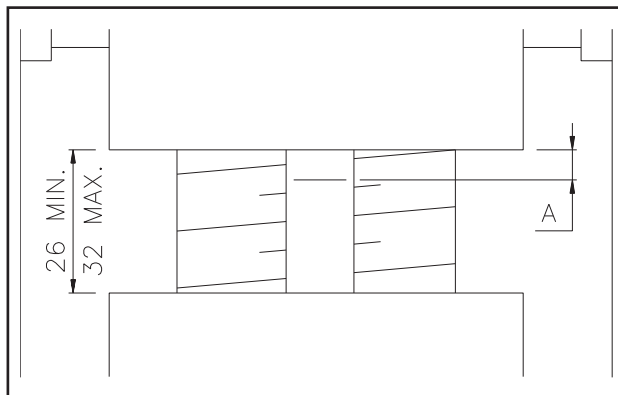

Fig. 23- Abb.23
- check dimension in Fig.23: For optimal operating conditions ensure $A = 1.5 \text{ mm.}$
■ Contrôler la cote A (Fig. 23). Si A=1,5 mm: écrou en parfait état. Si A=0 mm: l'écrou est usé à 50%; la limite d'usure est atteinte. Faire remplacer l'écrou sans attendre. (Contacter le Centre Technique agréé).
- Die Höhe anhand der Abbildung 23 kontrollieren: bei A = 1,5 mm wird ein optimaler Betrieb gewährleistet; bei A = 0 mm ist das tragende Spiralgehäuse zu ca. 50% verschlissen und muß ausgewechselt werden. Es ist der autorisierte Kundendienst zu rufen.